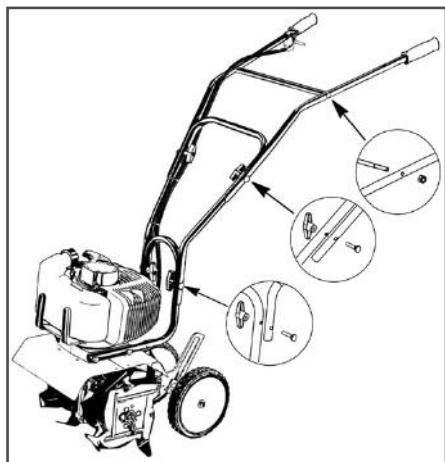

Рис. 8 Установка рукояток управления
5. Установите рукоятки управления как показано на Рис. 8.
Для этого используйте четыре барашковые гайки, четыре крепежных болта и четыре выгнутые шайбы из комплекта крепежа мотокультиватора. Не допускайте чрезмерного затягивания барашковых гаек. Установите попеченную штангу рукоятка как показано на Рис. 8.